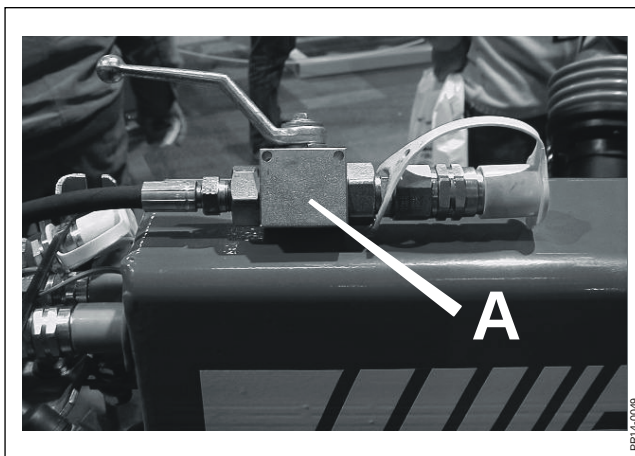

Fig. 2-7
**Fig. 2-7 VOR DER TRANSPORTFAHRT DIE KUGELHÄHNE SCHLIESSEN.** Diese sind bei den Schnellkupplungen am Schlepper angebracht. Das Ventil ist in offener Position gezeigt und wird geschlossen, wenn der Griff um 90 Grad gedreht wird. Dabei wird verhindert, dass die Maschine im Falle unbeabsichtigter Betätigung des Steuergeräts während der Transportfahrt in Arbeitsstellung schwenkt.